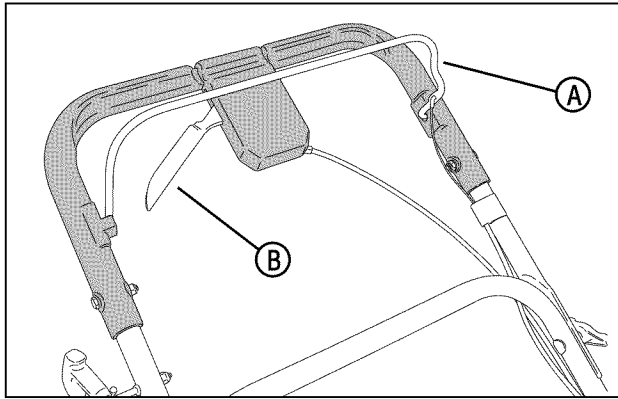

Figura 1: Controles del cortacésped
2. Revise el control de la cuchilla (A, **Figura 1**) y el control del sistema de tracción de las ruedas (B) para garantizar que funcionan libremente.